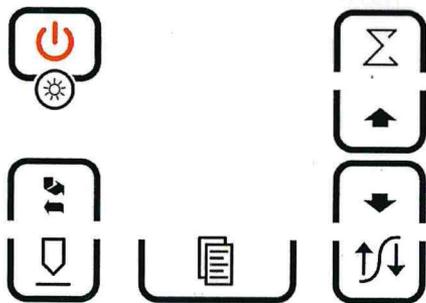

Рисунок 1. Клавиатура управления толщиномером
- х клавиатура управления толщиномером (см. рисунок 1).